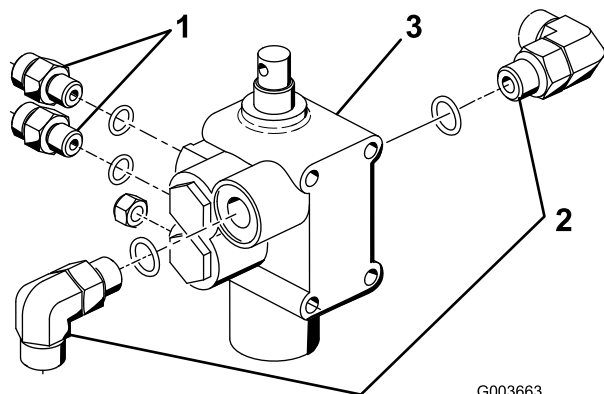

Figura 4
1. Enrosque os 2 bocais hidráulicos direitos e os dois encaixes de 90 graus na nova válvula de elevação. Posicione os componentes como se indica em Figura 4. Não aperte os encaixes de 90 graus nesta altura.